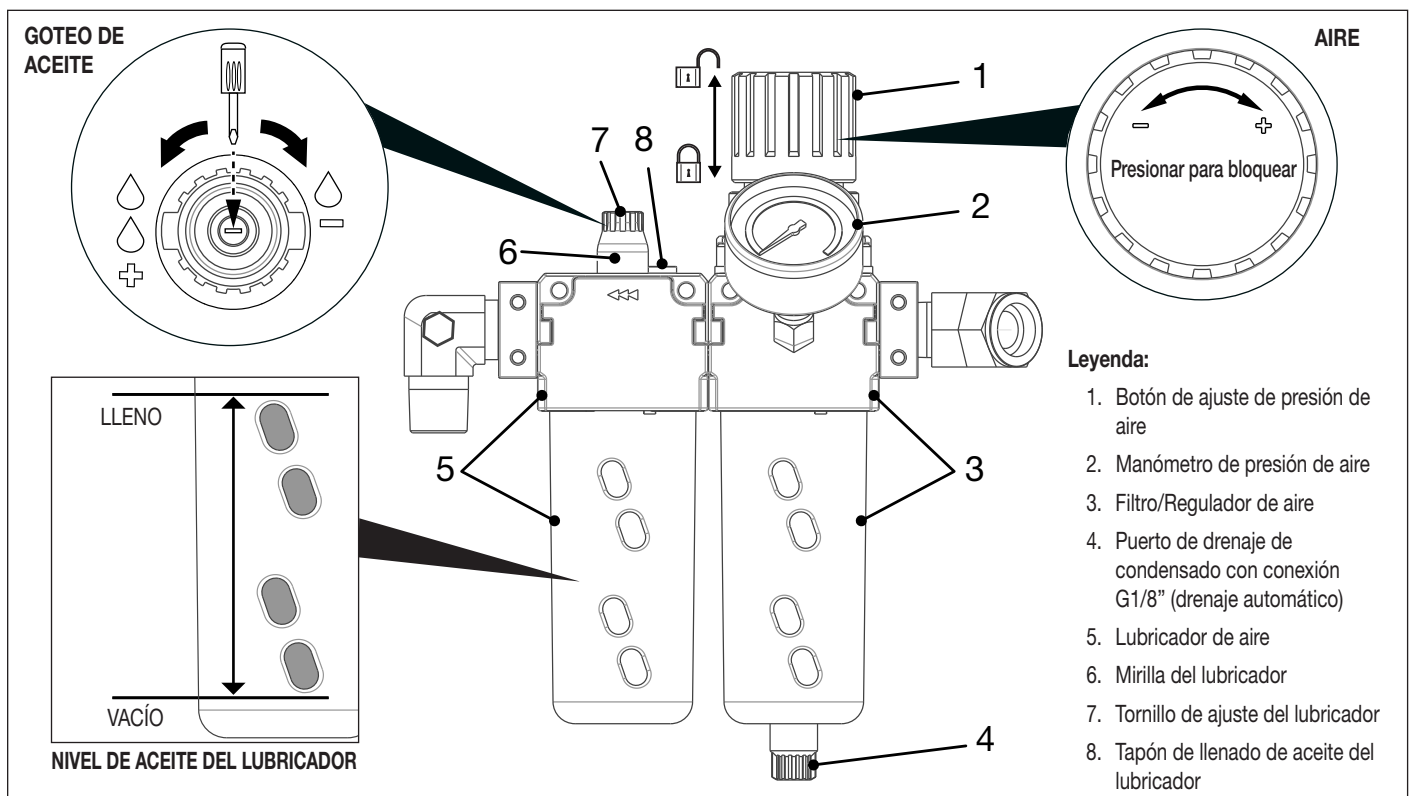

Figura 6: Filtro/regulador y lubricador de aire
Para ajustar la presión de aire: Con la bomba parada, levante el botón de ajuste de presión de aire para desbloquear el ajuste. Gire el botón en sentido horario para aumentar la presión o en sentido antihorario para reducirla. Presione el botón hacia abajo para fijar el ajuste. Un manómetro situado en la parte delantera del regulador indica la presión de aire. Véase Figura 6.
El lubricador de aire inyecta aceite en el flujo de aire comprimido, proporcionando lubricación para el motor de aire de la bomba. Véase Figura 6. Antes de la puesta en marcha inicial de la bomba, debe añadirse aceite lubricante de aire (suministrado por el usuario) en el lubricador de aire.
3. Añada lentamente aceite lubricante de aire según sea necesario. Consulte el gráfico del nivel de aceite en Figura 6.
La velocidad de goteo del lubricador de aire debe ajustarse antes de utilizar la llave de torque en la tuerca o perno. Véase Figura 6.